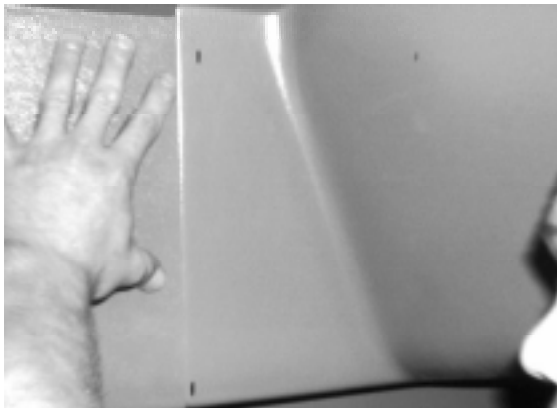

FIGURE 31
26. Placer soigneusement le côté droit du plafond de transition en position sur le panneau latéral (Fig. 31).